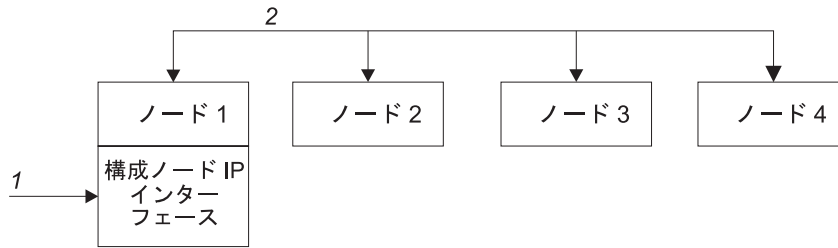

図1. 構成ノード
4 ページの図 1 は、4 つのノードが含まれているクラスターの例を示しています。ノード 1 が構成ノードとして指定されています。ユーザー要求 (1) はノード 1 に宛てられます。このため、クラスター内の他のノードに宛てられた要求のデータは、ノード 1 に戻される可能性があります。